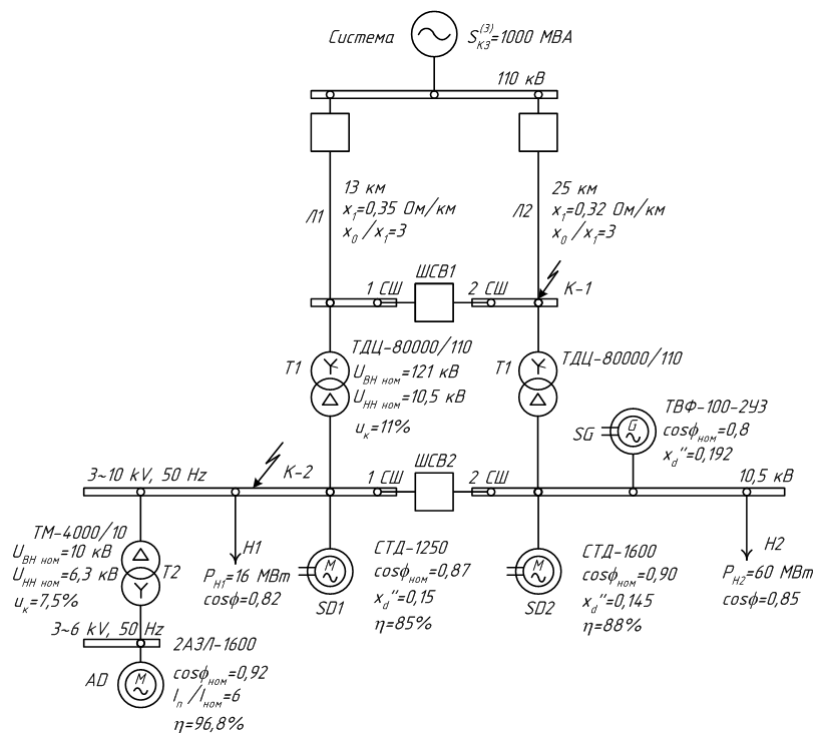

Рис. 1. Примеры схемы электрической сети
1. Для заданной схемы (рисунок 1) рассчитать при трехфазном коротком замыкании (КЗ) в заданной точке:
2. Для заданной схемы (рисунок 1) для трех видов несимметричных КЗ в заданной точке КЗ (рисунок 1) рассчитать начальное значение периодической составляющей тока КЗ аварийных фаз в точке КЗ и на шинах источников (расчёт провести любым из методов, использовать приближенный учет коэффициентов трансформации).